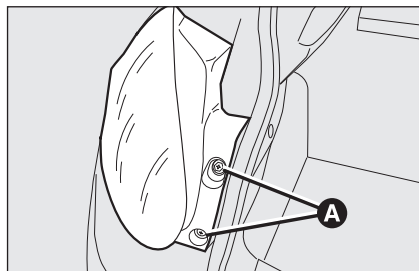

fig. 27
- ☐ ouvrir le hayon, puis dévisser les deux vis **A-fig. 27** de fixation du groupe optique arrière;